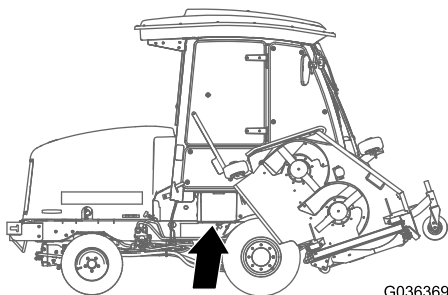

Figure 81
1. Ouvrez le couvercle de la batterie sur le côté du carénage (Figure 81).
Remarque: Appuyez sur la surface plate au-dessus du couvercle de batterie pour faciliter la dépose du couvercle (Figure 81).